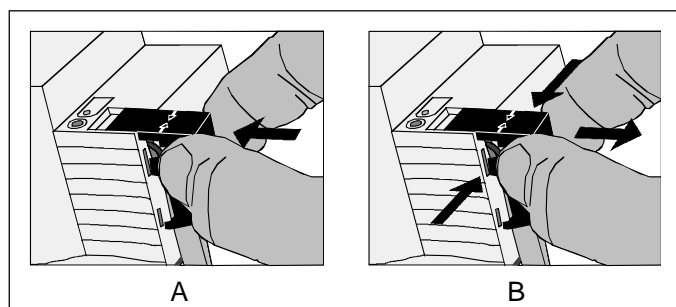

Bild 2
- Abdeckkappe anbringen: Die Abdeckkappe wird über die Busklemme geschoben (vgl. Bild 2.A), bis sie spürbar einrastet.
- Abdeckkappe entfernen: Die Abdeckkappe wird entfernt, indem sie seitlich leicht eingedrückt und nach vorne abgezogen wird (vgl. Bild 2.B).